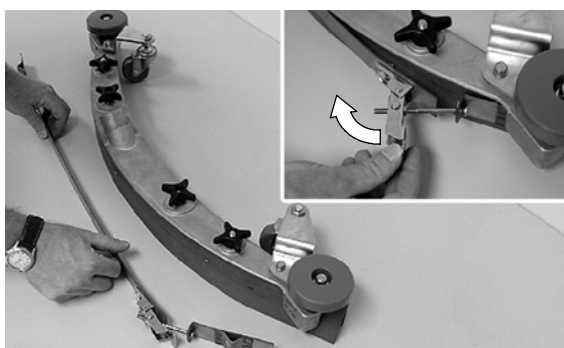

FIG. 59
2. Détachez l'agrafe de la bande et retirez la bande du bloc de racloir (Figure 59).